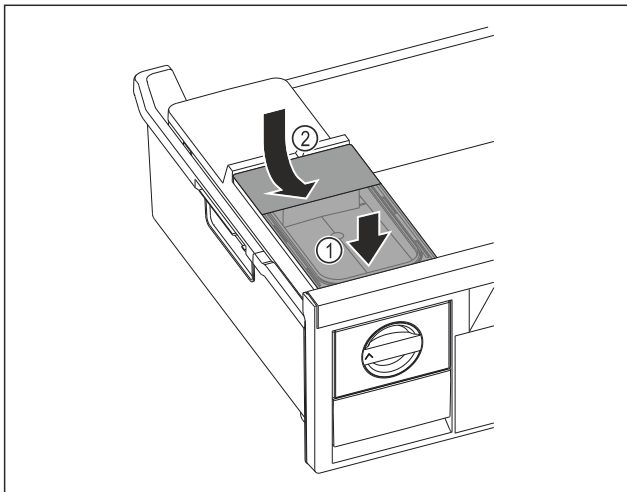

Fig. 122
- ▶ Collegare il serbatoio dell'acqua alla parte anteriore. Fig. 122 (1)
- ▶ Abbassare il serbatoio dell'acqua posteriore. Fig. 122 (2)